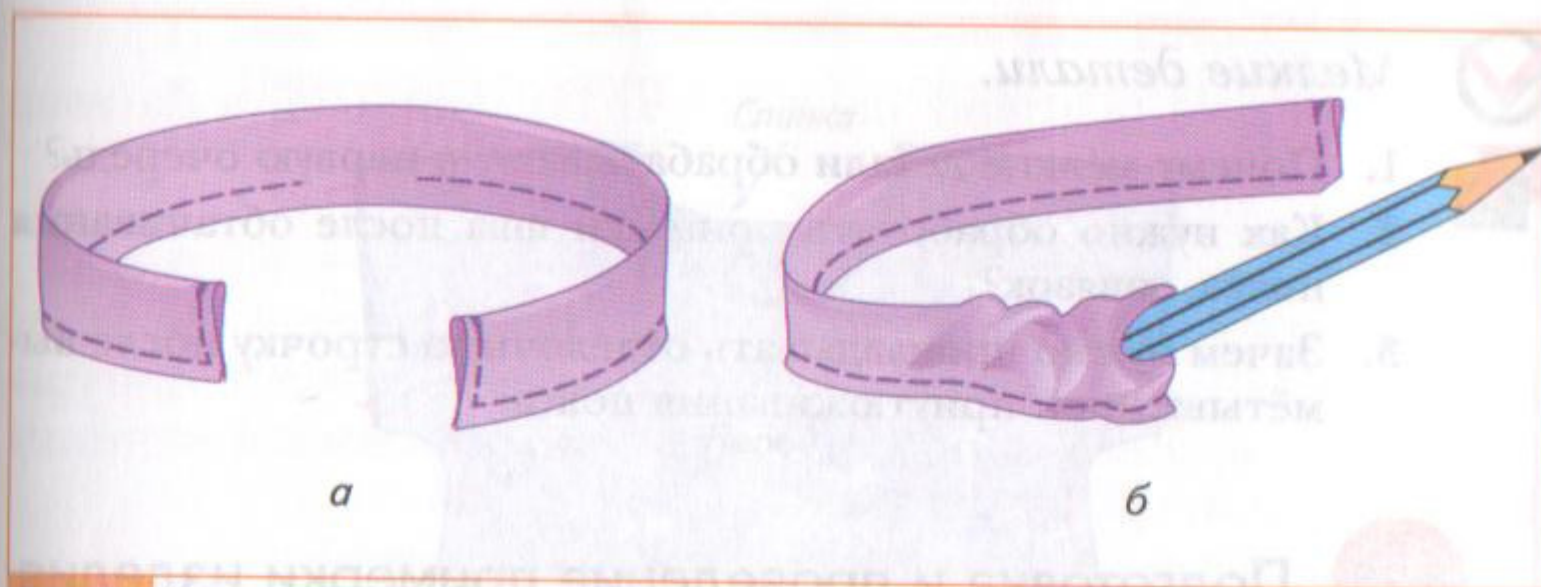

Рис. 96 Изготовление мягкого пояса: а — обтачивание; б — вывёртывание
5. Срезать припуски шва (рис. 96, а).
6. Вывернуть пояс на лицевую сторону, пользуясь узким предметом, например линейкой или карандашом (рис. 96, б).